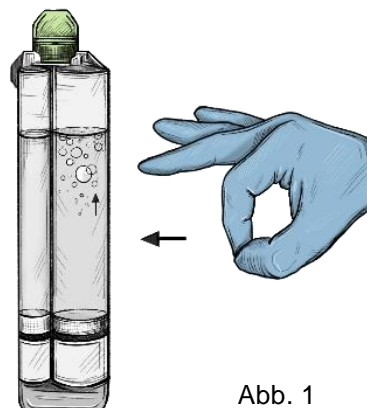

Abb. 1
1. Nehmen Sie die Spritze mit Klebstoff, Kolben und Applikatorspitzen aus der Verpackung. Halten Sie die Spritzenspitze aufrecht und klopfen Sie mehrmals auf die Spritzkammer, damit die Luftblasen in der Lösung an die Oberseite der Spritze steigen (Abb. 1).